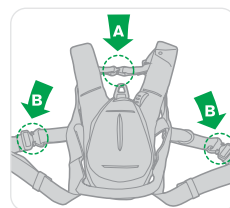

Figura 11
- Passe os braços pelas alças de ombro e conecte a fivela do tórax (A) (consulte a Figura 11).
- Conecte as fivelas da perna (**B**) (consulte a Figura 11). Ajuste a alça da perna puxando as alças pelas fivelas e ajustando conforme necessário até ficar bem ajustado (consulte a Figura 14).